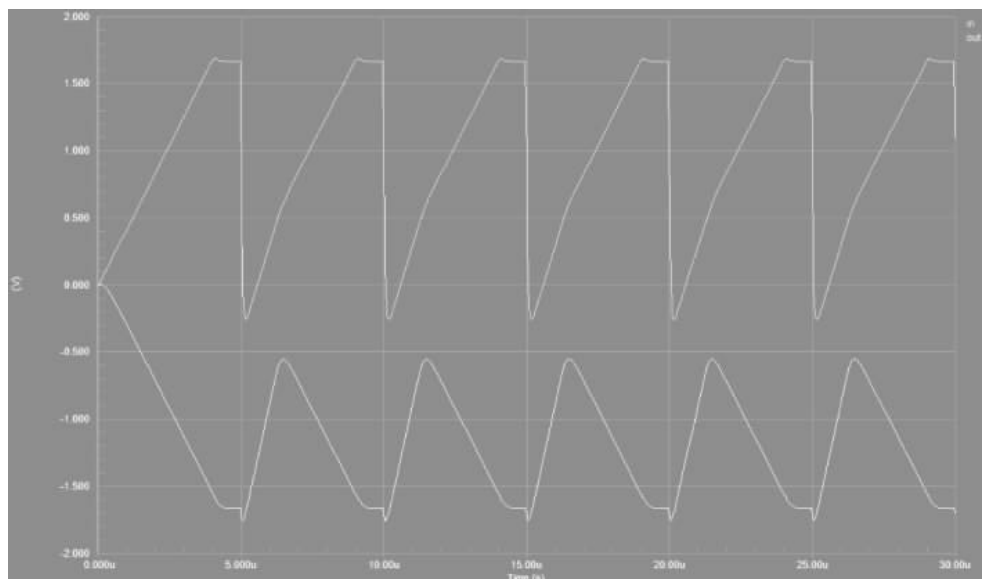

图 3-44 仿真结果波形
(3) 如果不显示如图 3-44 所示的图形,则按照前面的方法添加 IN 和 OUT 波形。